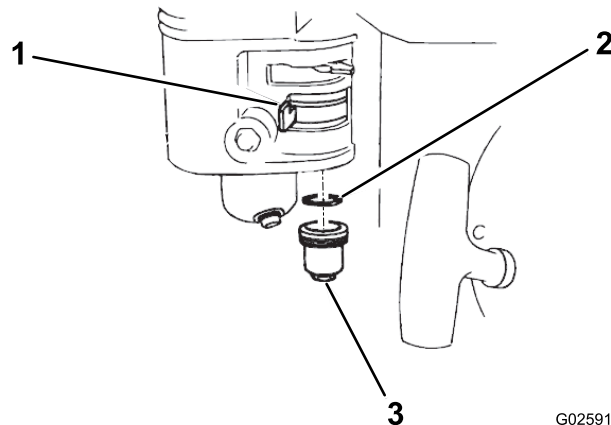

図 35
1. 燃料バルブを OFF 位置にセットし、異物カップと Oリングを取り外す 図 35。